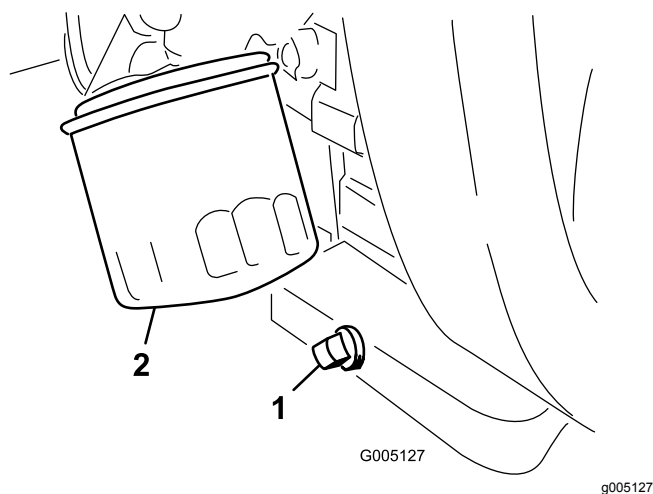

図 28
1. ドレンプラグ 図 28 を外してオイルを容器に受ける。オイルが抜けたらドレンプラグを取り付ける。
2. オイルフィルタ 図 28 を外す。